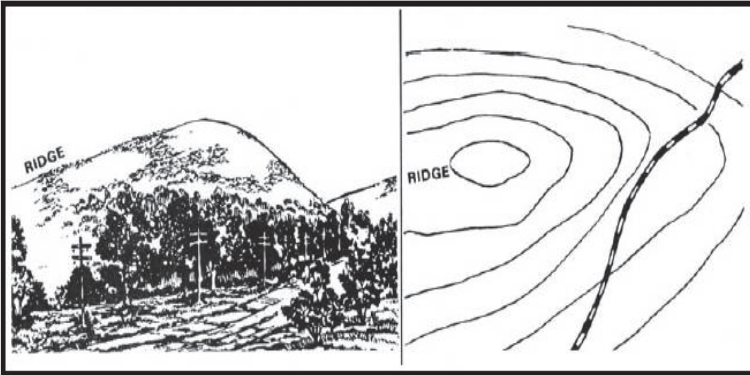

Figure 071-COM-1001-5. Ridge.
e. Identify a depression (Figure 071-COM-1001-6).